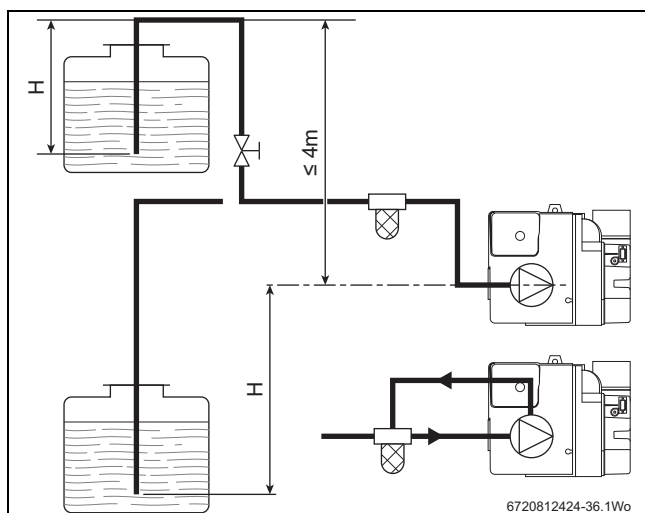
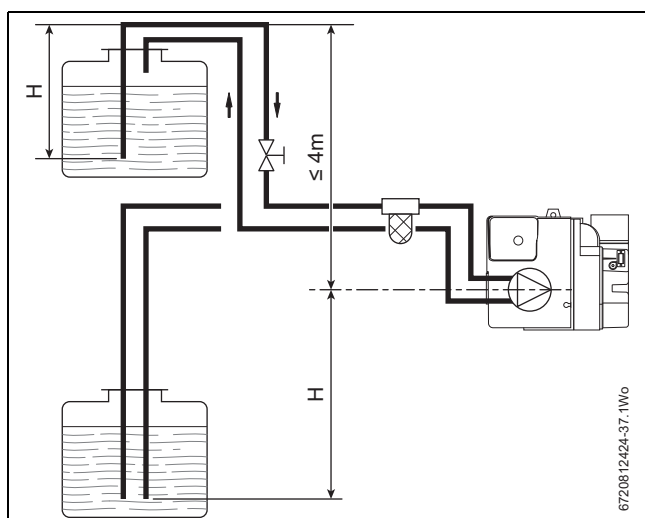

Fig. 8 Sistema de alimentación de tubería única
Fig. 9 Sistema de alimentación de doble tubería
- ▶ En los sistemas de la fig. 8 y de la fig. 9, arrancar el quemador y esperar a que se cebe la bomba.
Tab. 4 Véase la fig. 8 y la fig. 9
En los sistemas de vacío de la fig. 9